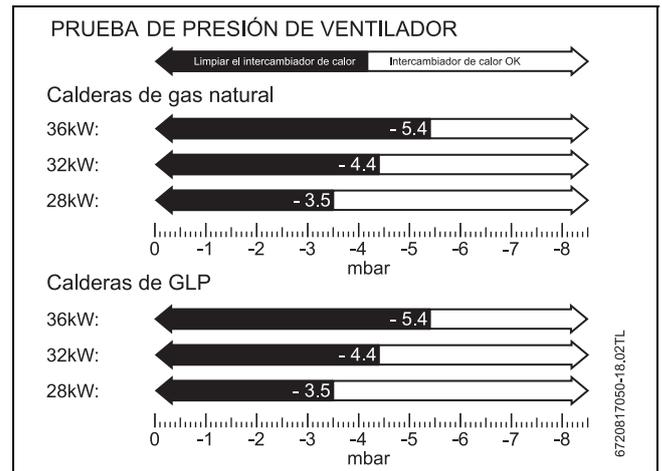

Fig. 65 Registro de la presión del ventilador
- ▶ La presión indicará un valor negativo; véase lo indicado en el esquema de la fig. 65.